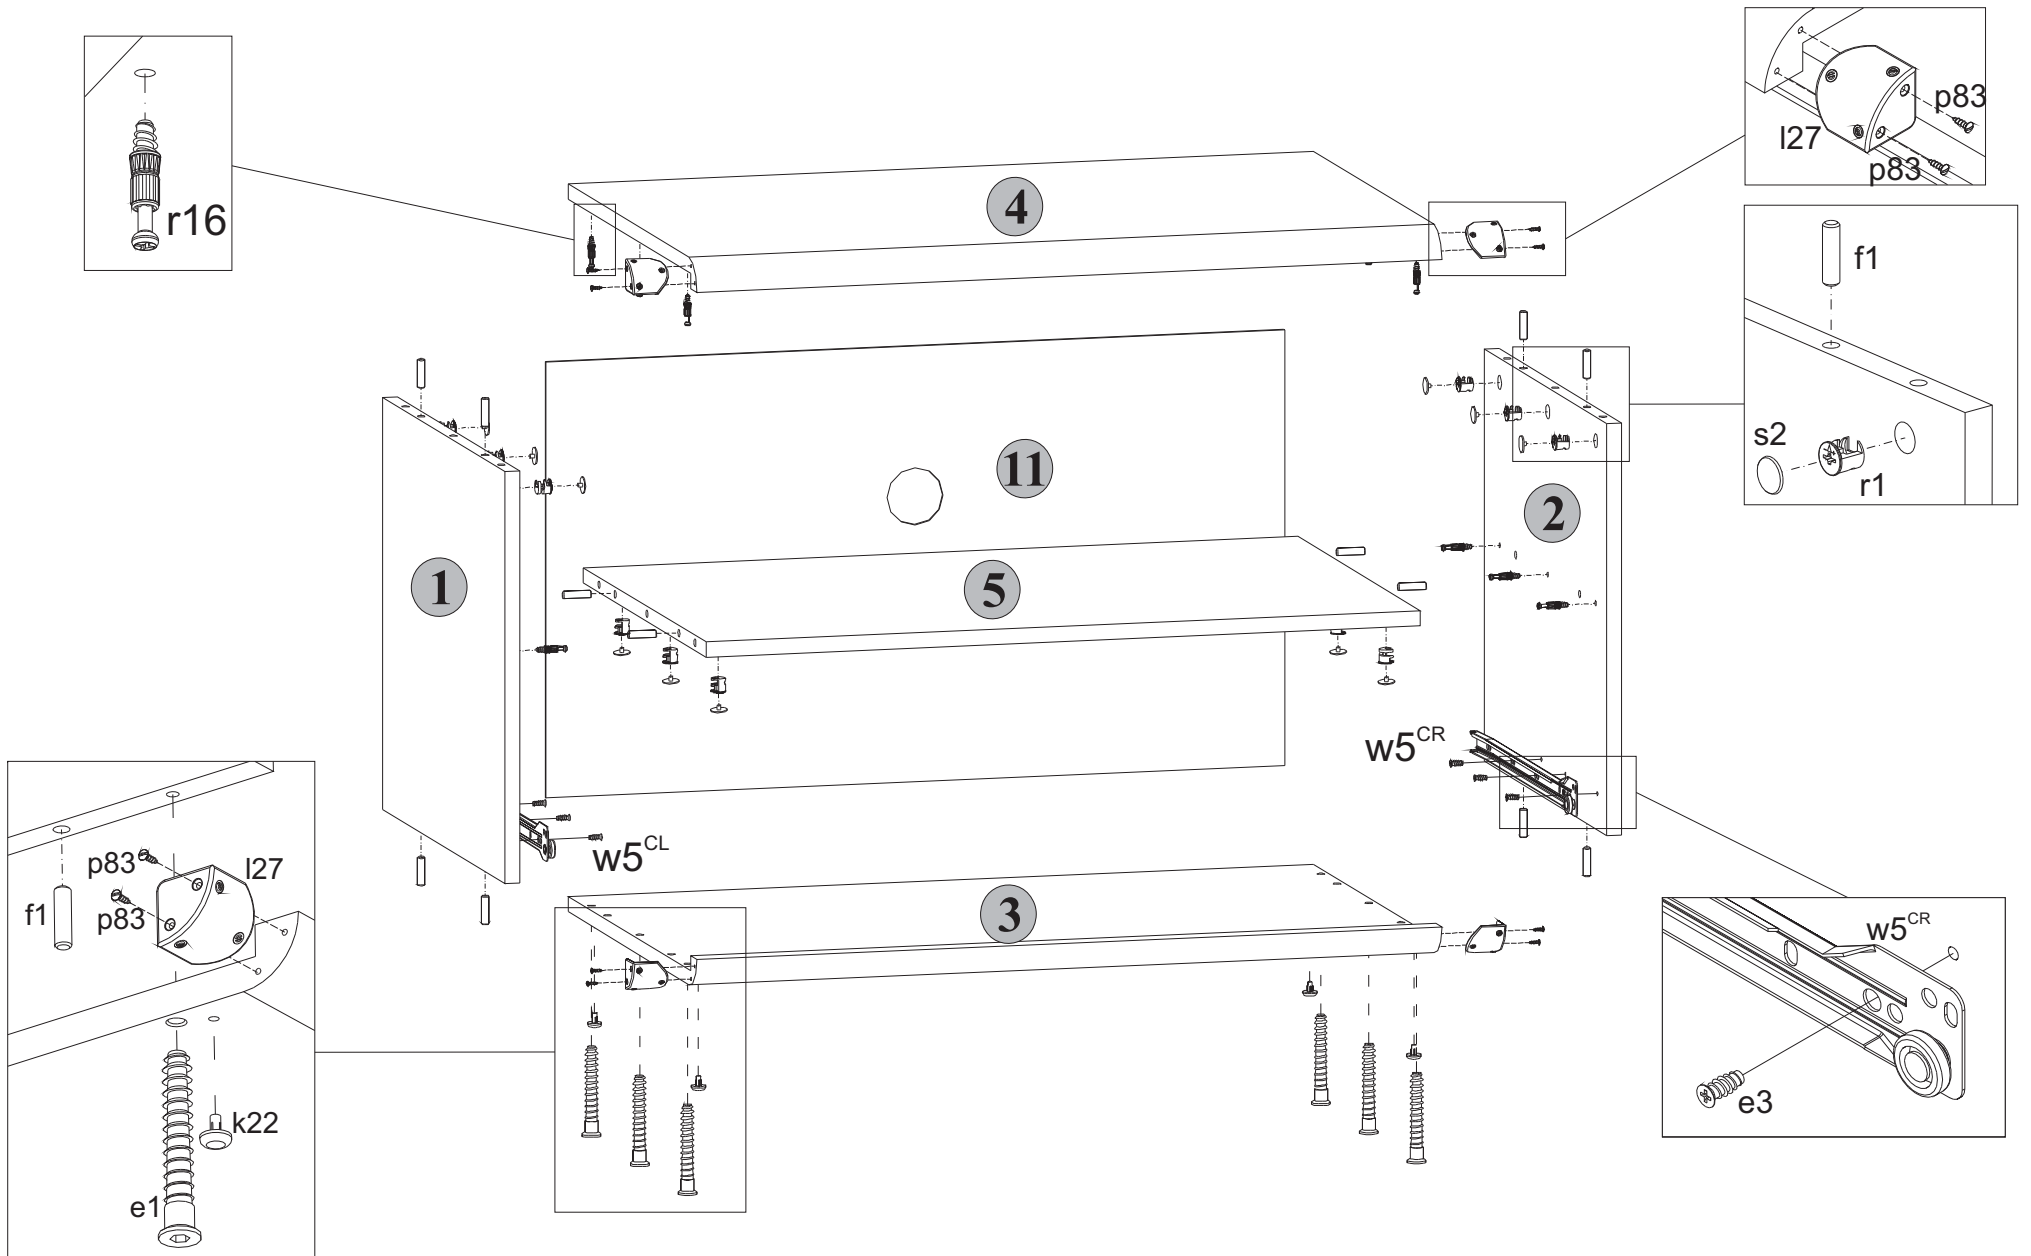

Рис. 2
отверткой (см.рис. 2).
5.6 В отверстия диаметром **4,5 мм** на нижней поверхности щита нижнего **3** вставить опоры полимерные **k22** (подпятники) (см.рис. 2).
5.9 К стенкам боковым **1 и 2** присоединить щит нижний **3** и стянуть еврошурупам **e1**, пользуясь специальным ключом **z1** из комплекта фурнитуры (см.рис. 2).
5.2 В отверстия диаметром **8 мм** на верхних и нижних кромках стенок боковых **1 и 2**, а также на боковых кромках полки соединительной **5** вбить деревянные шканты **f1** (см.рис. 2).
5.4 На внутренних поверхностях стенок боковых **1 и 2**, а также на нижней поверхности полки соединительной **5** в отверстия диаметром **15 мм** вставить стяжки эксцентриковые **r1** (см.рис. 2).